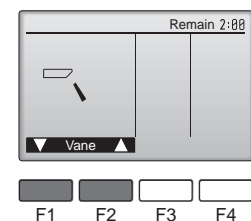

Fig. 7-4
- 2 Drücken Sie die [AUSWAHL]-Taste, um den Vane-Bedienscreen aufzurufen, und drücken Sie dann mit Tasten [F1] und [F2] die automatische Flügelbewegung. (Fig. 7-4)